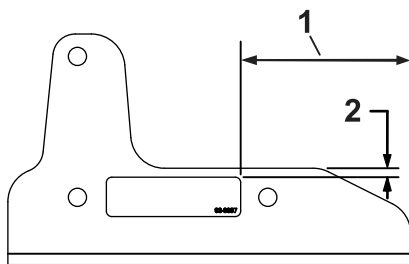

Bild 1
1. Bringen Sie den Aufkleber an der linken Halterung an, wie in Bild 1 dargestellt.